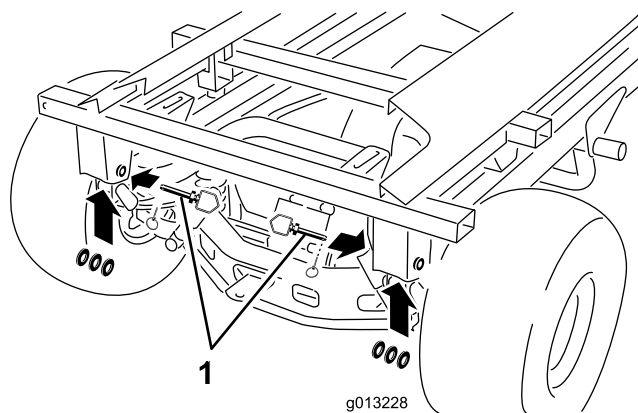

Рисунок 43
10. Извлеките задние шплинты, пальцы сцепного устройства и шайбы (Рисунок 43).